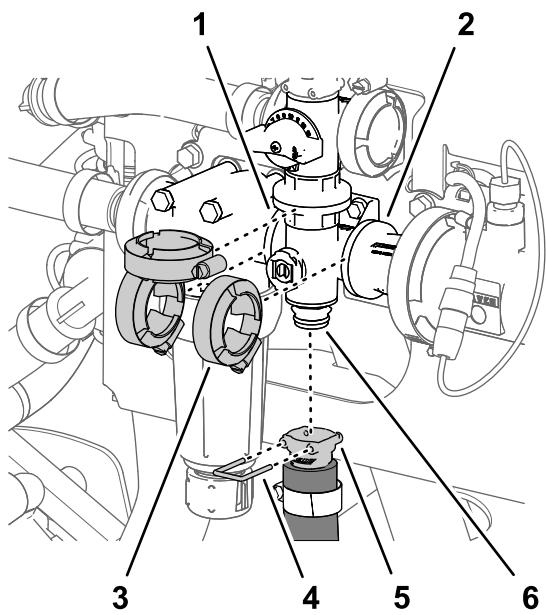

图 123
1. 拆下将搅拌软管快速连接耦合器固定至搅拌阀歧管上的快速连接销 图 123。
2. 取下将搅拌阀岐管固定至压力式滤清器头和耦合适配器的法兰上的 3 个法兰夹具 图 123。